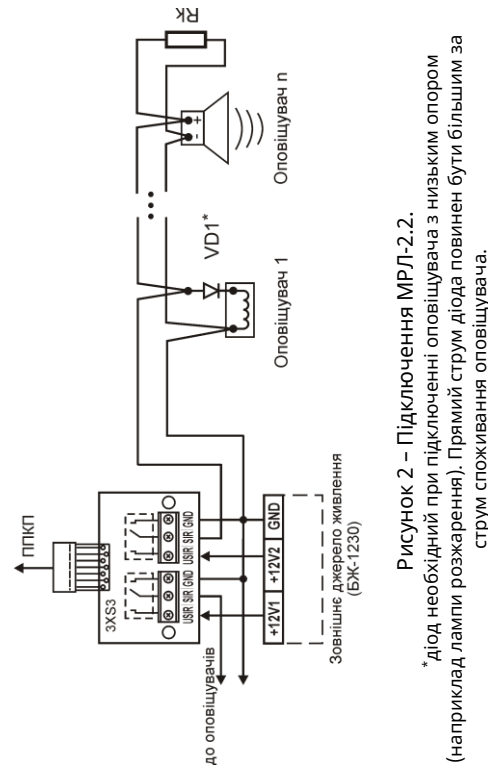

Рисунок 2 – Підключення МРЛ-2.2.
3.1 Модуль за допомогою з'єднувача 3XS3 (рис. 2) підключається до ППКП та закріплюється в його корпусі (див. паспорт на відповідний ППКП). Призначення клем МРЛ-2.2 наведено в табл. 2.